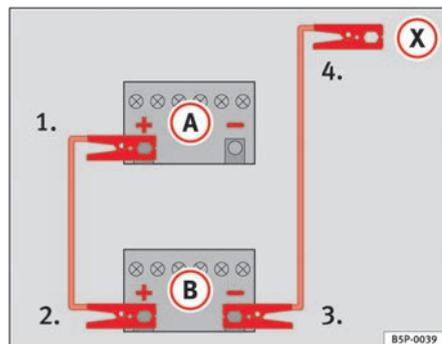

Fig. 198 Schéma de branchement des câbles de démarrage
Sur la ⇒ fig. 198, la batterie déchargée est repérée par la lettre **(A)** et la batterie fournissant le courant par la lettre **(B)**.
1. Raccordez une extrémité du câble de démarrage rouge à la borne positive ⇒ fig. 198 **(+)** du véhicule dont la batterie est déchargée ⇒ **(⚠)**.